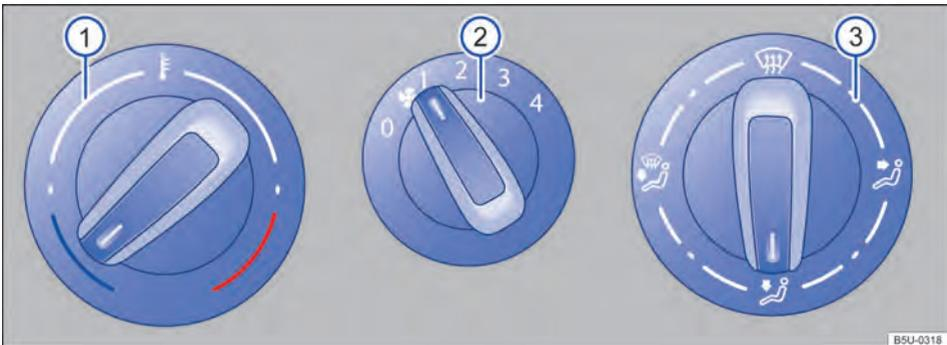

Fig. 75 Mandos del sistema de ventilación y calefacción.
- *Sistema de ventilación y calefacción*: girar el regulador del ventilador al nivel 0 → fig. 75 ②.
- *Sistema de ventilación y calefacción*: girar el regulador giratorio izquierdo → fig. 75 ① para regular la respectiva temperatura.
- *Sistema de ventilación y calefacción*: girar el regulador del ventilador → fig. 75 ②.
- *Sistema de ventilación y calefacción*: girar el regulador hacia la derecha → fig. 75 ③ hasta alcanzar la posición deseada.
- En vehículos con sistema de calefacción, girar el regulador de temperatura → fig. 75  totalmente hacia la derecha, a la posición máxima de calefacción.